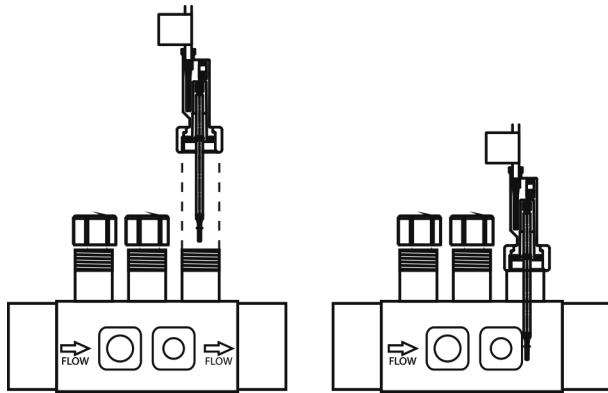

Abb. 10b
2. Flussdetektor (Flussschalter) aus dem Lieferumfang immer senkrecht in den mit dem Gerät gelieferten Sensorträger einbauen (Abb. 10b).